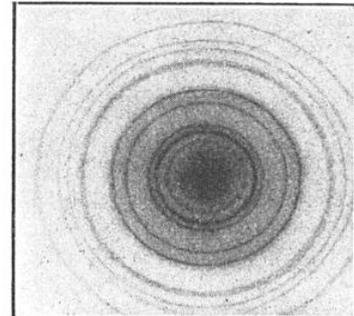

FIG. 3. - DIAGRAMME ÉLECTRONIQUE D'UNE FEUILLE D'OR
En intercalant sur leur trajet une plaque photographique, on obtiendra des séries d'anneaux concentriques tels que ceux représentés sur la figure 3 ; nous avons déjà indiqué dans d'autres articles (1) les renseignements nombreux que l'on pouvait tirer de ces diagrammes, et nous n'y reviendrons pas ici. Mais, ce qui est particulièrement intéressant, c'est que l'on peut rendre ces phénomènes visibles en recevant les cônes de diffraction non plus sur une plaque photographique, mais sur un écran fluorescent au sulfure de zinc ; celui-ci s'illumine vivement aux points où il est frappé par ces cônes.